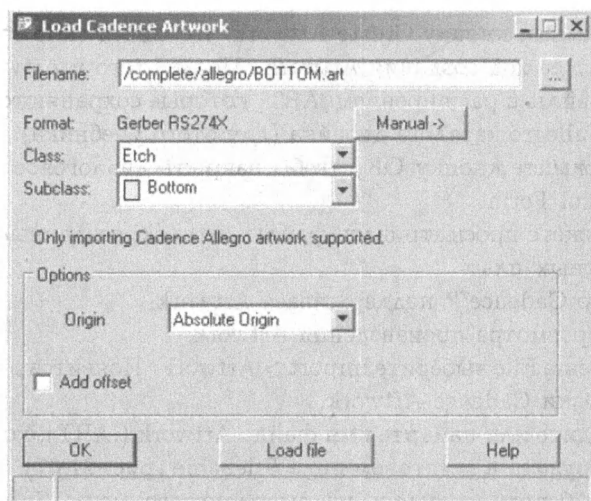

Рис. 21.67. Загрузка файла Artwork
2. Введите или найдите имя файла Artwork (.ART), который вы хотите загрузить в текстовом поле Filename (рис. 21.67).
3. Выберите подкласс из выпадающего меню Subclass (см. рис. 21.67).